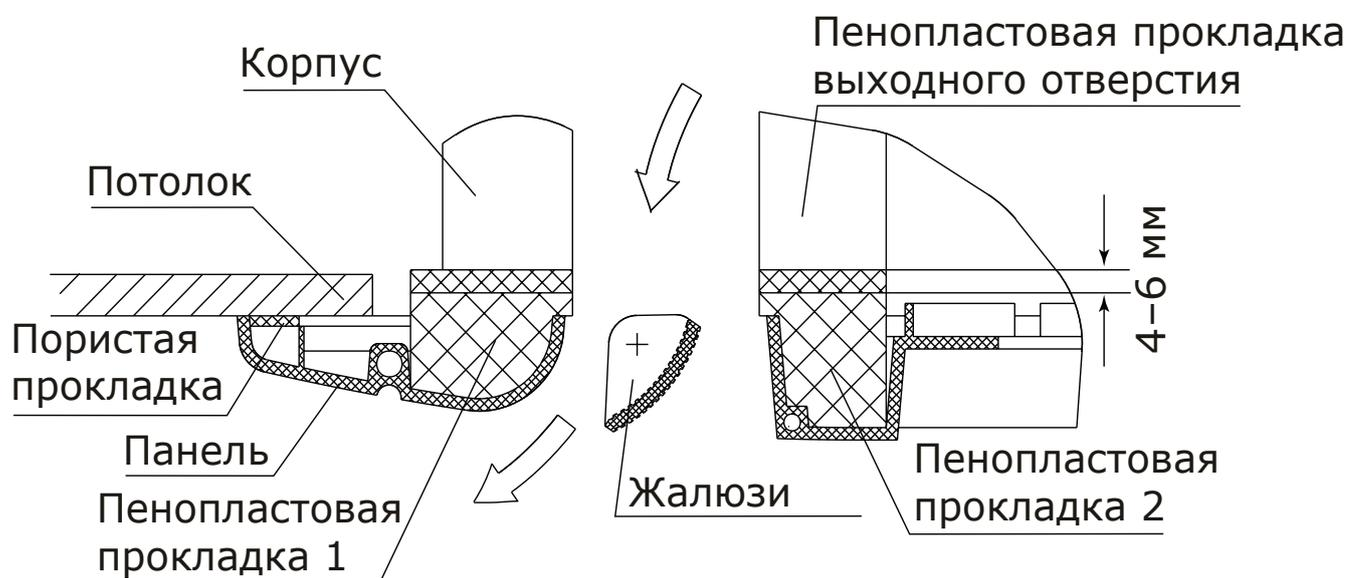

Рис. 2
- д) Продолжайте закручивать винты панели до тех пор, пока толщина пористой прокладки между корпусом и выходным отверстием на панели не уменьшится до 5—8 мм. Край панели должен касаться потолка. (см. рис. 2, стр. 10).